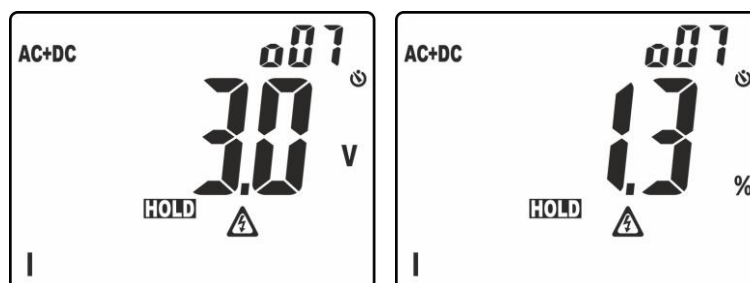

Fig. 4: Visualizzazione ordinamento ampiezze analisi armonica
- Pressione prolungata del tasto (almeno 2s) per attivare la funzione **H2O (Higher Harmonic Ordering)** di ordinamento dell'ampiezza delle armoniche. In tali condizioni, la funzione "HOLD" è automaticamente attivata, il simbolo "o" è presente davanti all'ordine dell'armonica visualizzata ad indicare l'abilitazione della funzione di Ordinamento. La barra grafica è disabilitata e lo strumento mostra il valore delle ampiezza di tutte le armoniche comprese tra il valore DC e la 25° esclusa la fondamentale, in **ordine decrescente** a partire dall'armonica di ampiezza maggiore come mostrato in Fig. 4
Nell'esempio di Fig. 4 l'armonica di ampiezza maggiore corrisponde all'ordine 7. Premere il tasto **▲** per osservare le ampiezze delle restanti armoniche e premere nuovamente il tasto **H/H%/H** per passare dalla visualizzazione in valori assoluti o percentuali. Ruotare il selettore per uscire dalla funzione